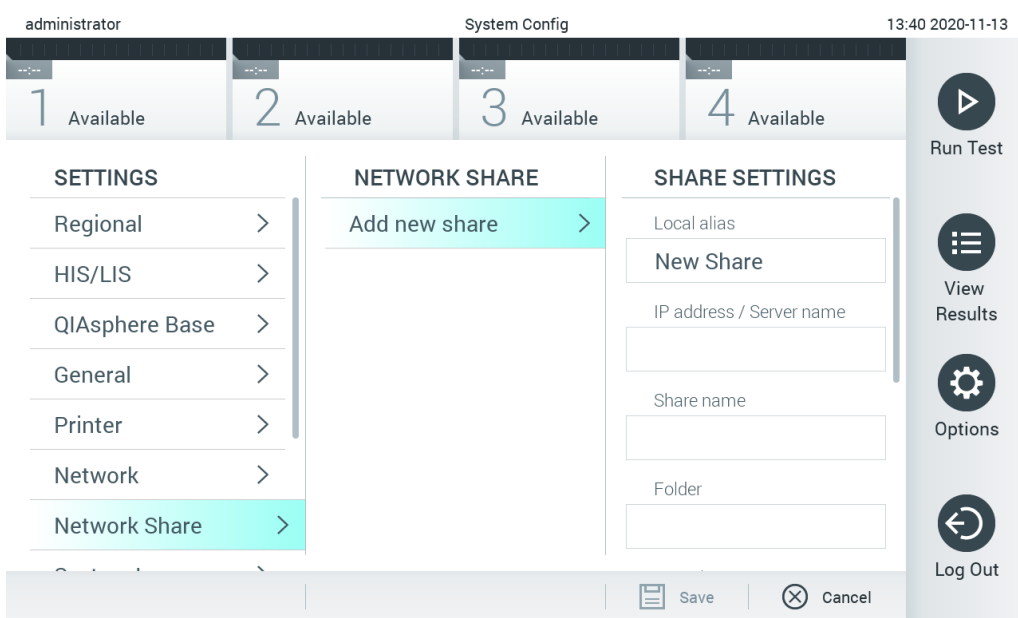

Рис. 76. Додавання мережної папки.
3. Натисніть кнопку **Add new share** (Додати новий спільний ресурс) (рис. 76).